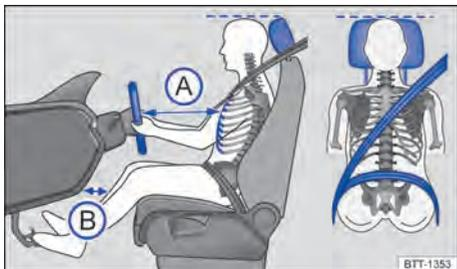

Fig. 25 Distância correta do condutor em relação ao volante, posição correta do cadaço do cinto de segurança e ajuste correto do apoio para cabeça.
- Ajustar o banco de modo que a distância entre o volante e o tórax tenha no mínimo 25 cm → Fig. 25 (A) e que o condutor possa segurar o volante pela borda externa com as duas mãos e os braços ligeiramente flexionados.
- Ajustar o banco do condutor na direção longitudinal de modo que os pedais possam ser acionados com as pernas ligeiramente arqueadas e a distância para o painel de instrumentos na área do joelho seja de, no mínimo, 10 cm → Fig. 25 (B).
- Ajustar o apoio para cabeça de modo que a sua borda superior se encontre preferencialmente na mesma linha da parte superior da cabeça → Fig. 25 – porém não abaixo da altura dos olhos. Posicionar a parte posterior da cabeça o mais perto possível do apoio para cabeça.